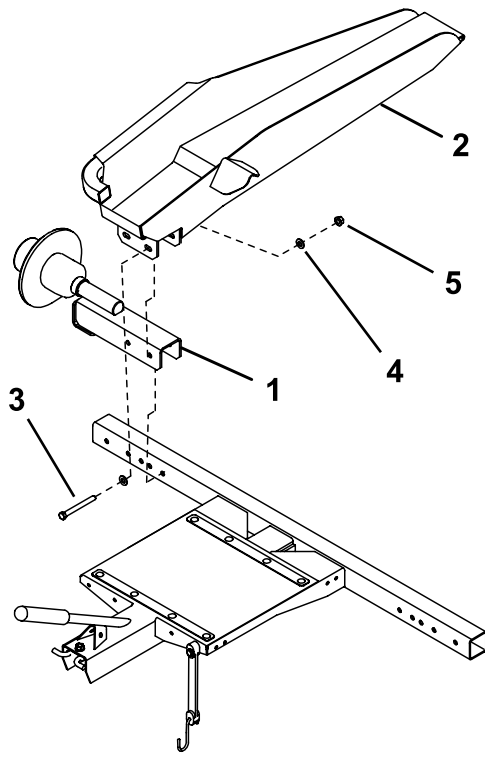
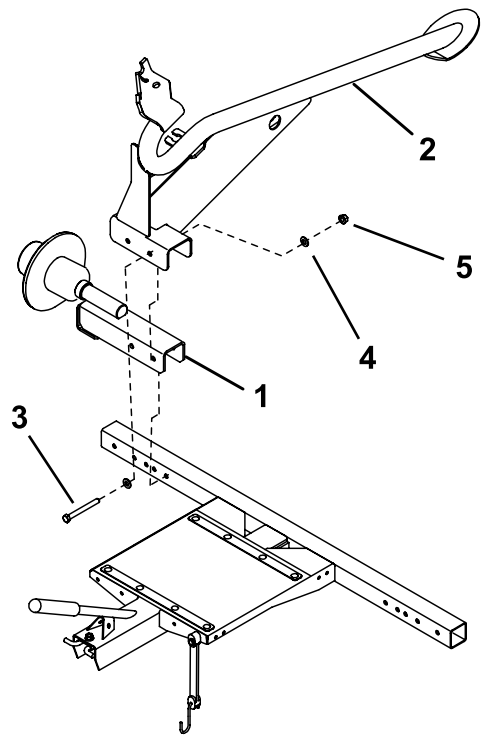

Bild 3
Bild 4
2. Montieren Sie die Achse und Rampe (Bild 3) oder Schiene (Bild 4) mit zwei Schrauben ($\frac{3}{8}$ " x 3"), vier Scheiben und zwei Muttern an jedem Rahmenende.